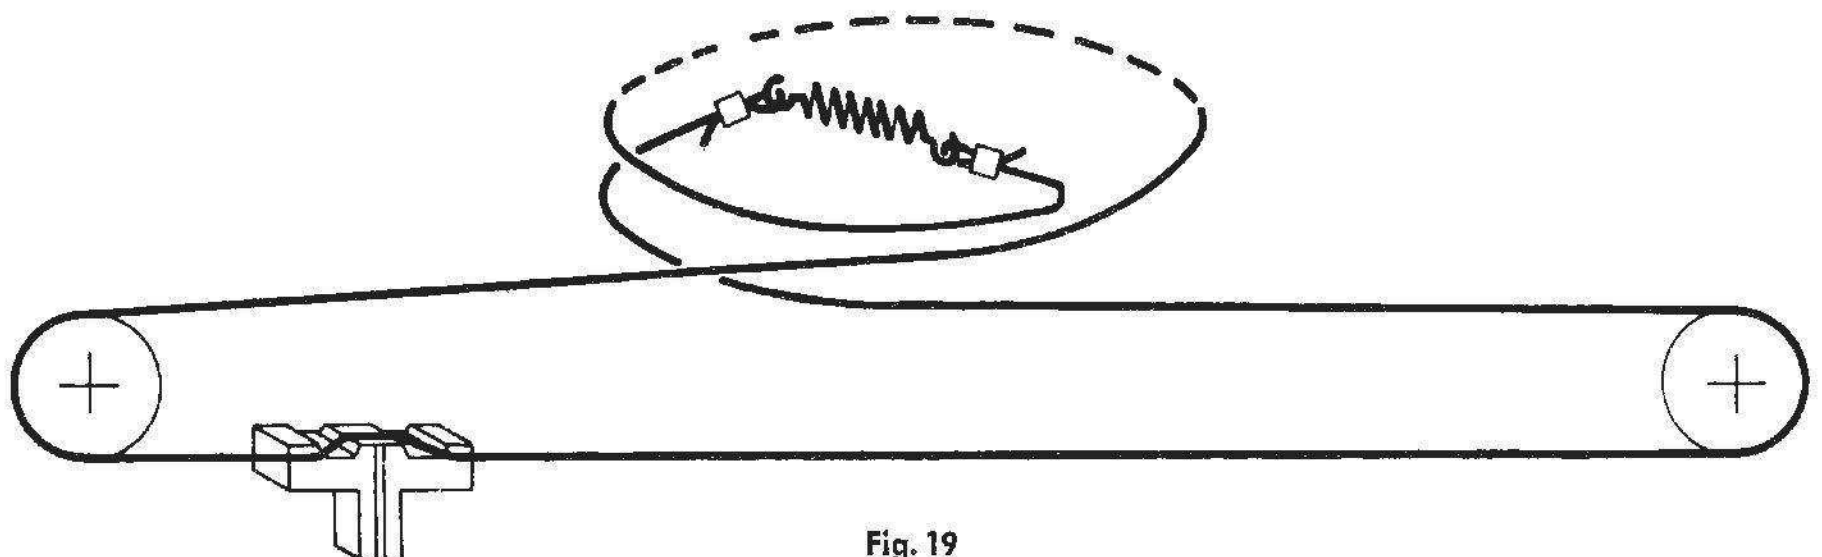

Fig. 19
6. Skalenseil (Länge ca. 0,7 m) nach Fig. 19 auflegen.
6. Place the drive cable (length approx. 2.3 feet) as shown in fig. 19.